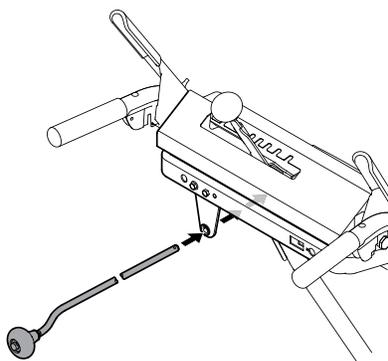

Figure 2-16
4. Insérez la tige de commande dans le support à l'arrière du tableau de commande. Voir Figure 2-16.